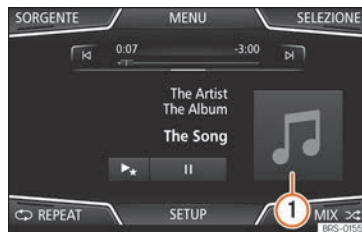
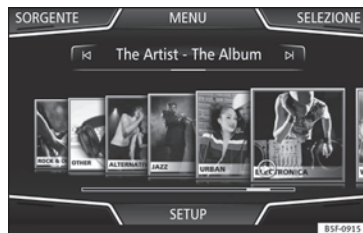

Fig. 170 Menu principale MEDIA.
Fig. 171 Selezione dalla copertina.
Premendo sulla copertina attuale ►► **fig. 170** **(1)** verranno mostrate tutte le copertine degli album disponibili nella sorgente multimediale attiva ►► **fig. 171**.
- Per aprire l'elenco di brani, premere nel menu principale **MEDIA** il tasto di funzione **[SELEZIONE]** ►► **fig. 170**. Nell'elenco, il brano